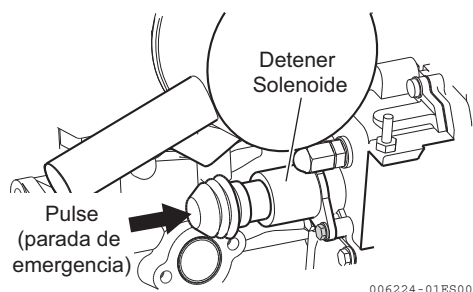

Figura 13
- 2- Opere el arranque mientras pulsa el botón de parada de emergencia **(Figura 13)** en la parte posterior de la bomba de combustible. Esto detiene el suministro de combustible.